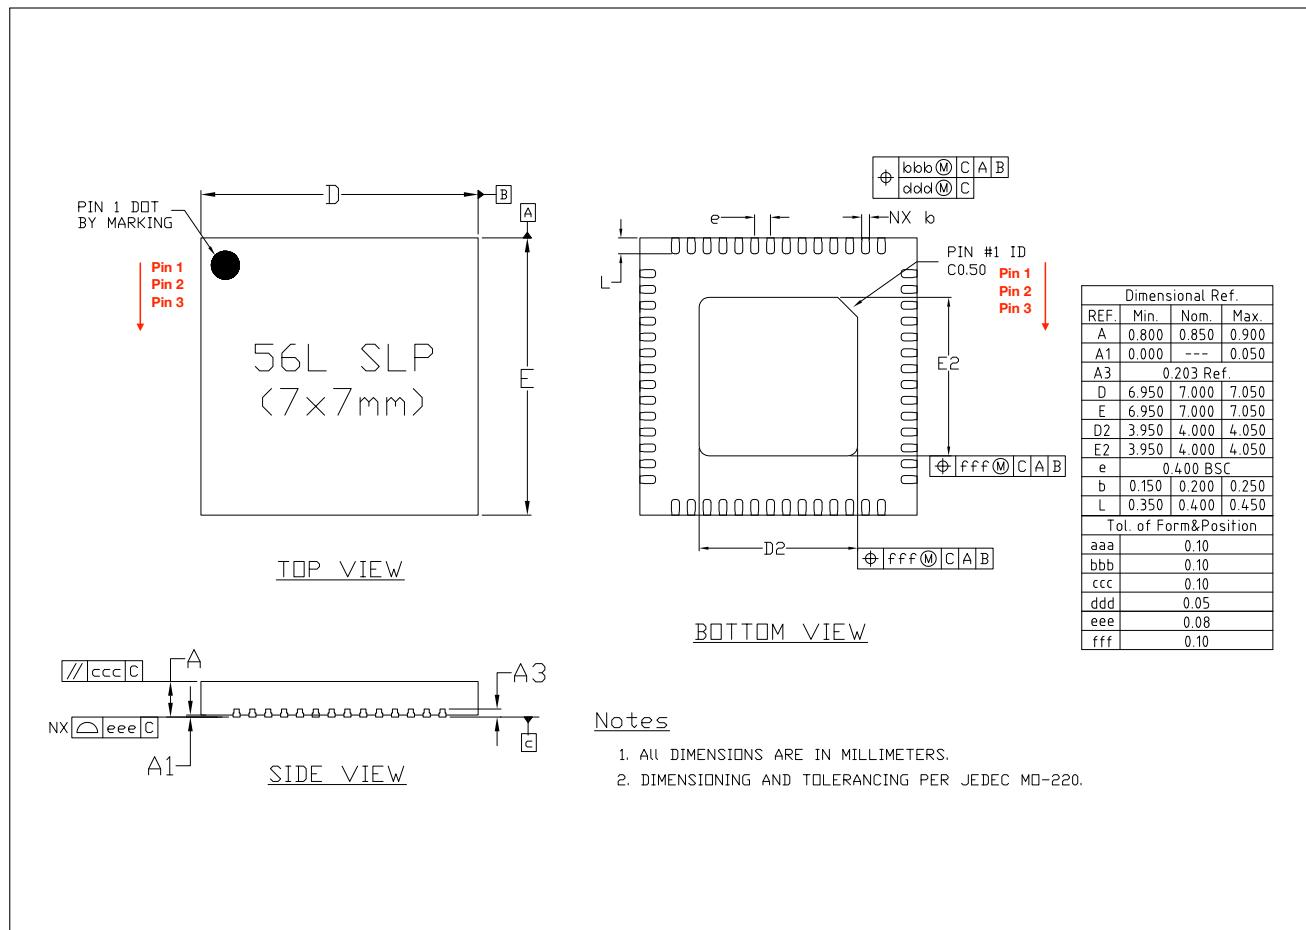
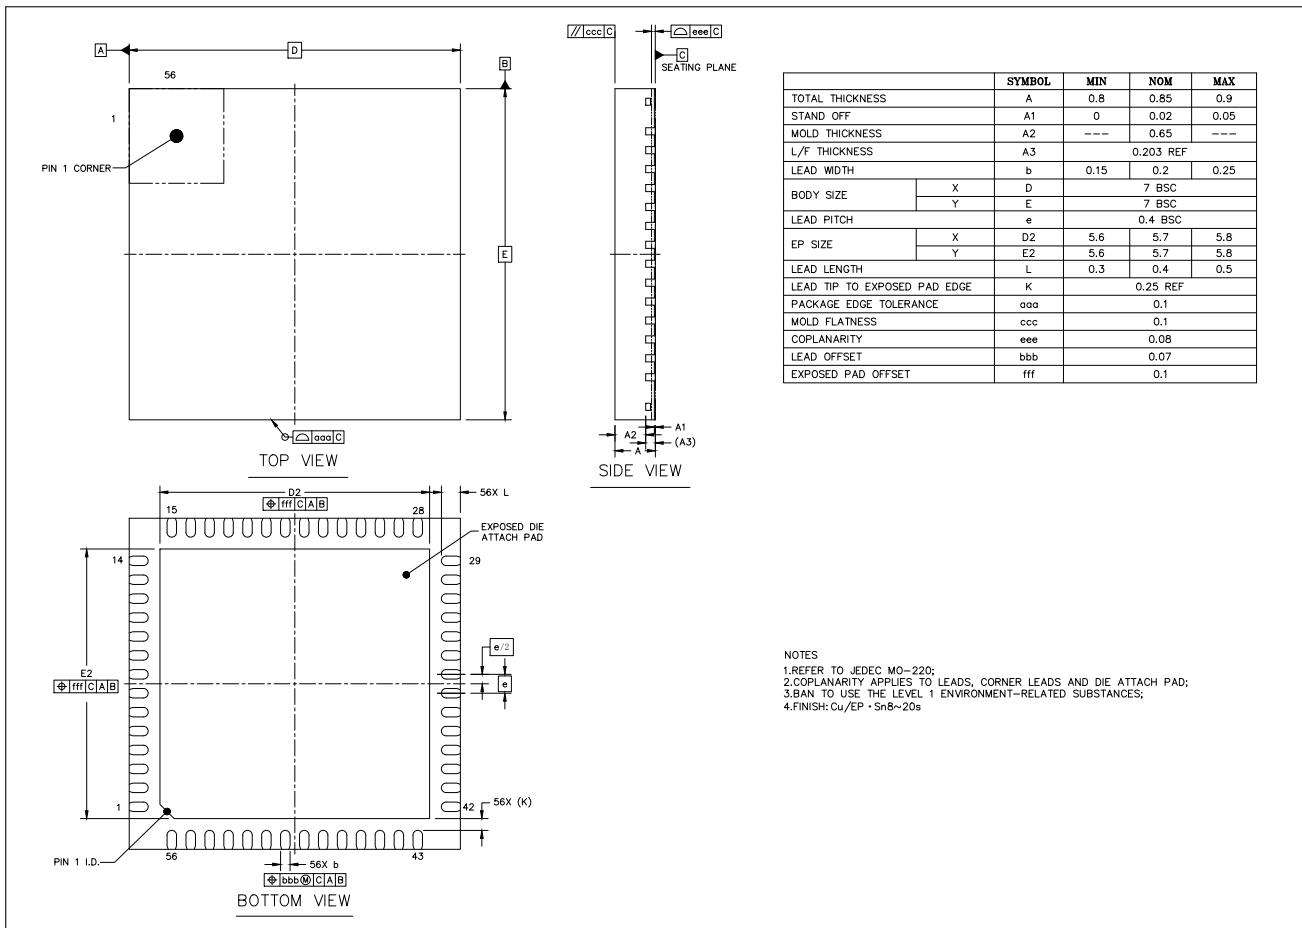

图 7-1. QFN56 (7x7 mm) 封装
图 7-2. QFN56 (7x7 mm) 封装 (仅适用于 ESP32-S3FH4R2)
- ESP32-S3FH4R2 芯片的封装（见图 7-2）除 EPAD 尺寸更大外，与其他 ESP32-S3 芯片封装（见图 7-1）相同。ESP32-S3FH4R2 芯片同样可使用 推荐 PCB 封装图 源文件 (asc)，但需更改其中的 EPAD 尺寸（具体见图 7-2 中的 D2 和 E2）。